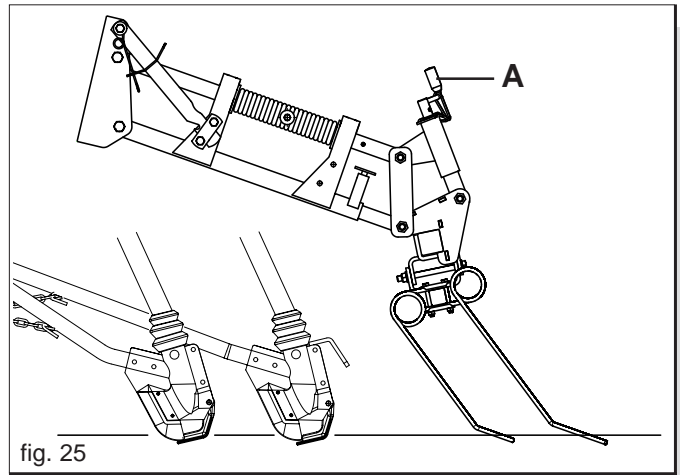

fig. 25
Die normale Arbeitsposition der Egge wird auf Abb. 25 illustriert. In dieser Position ist der Verschleiß der kurzen und langen Zähne gleichförmig. Durch Einwirken auf die Einstellkurbel (A) kann die Neigung der Egge verändert werden.